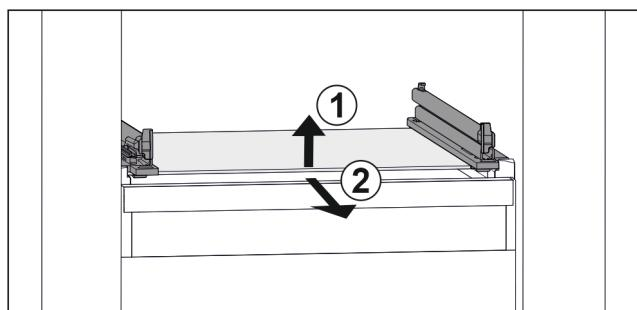

Fig. 45 Primjerni prikaz staklene ploče
- Staklenu ploču podignite sprijeda. Fig. 45 (1)
► Izvadite staklenu ploču prema naprijed. Fig. 45 (2)